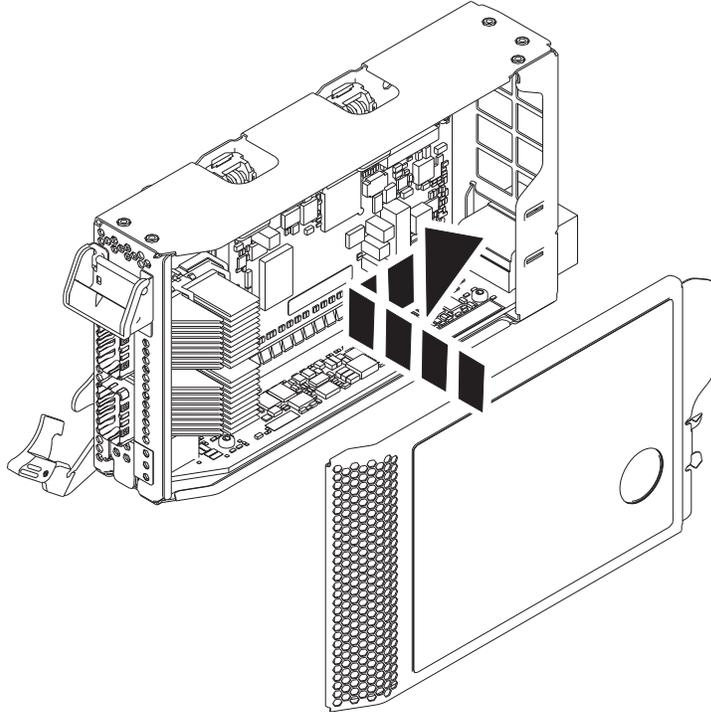

Figura 8. Substituir a tampa da cassete do adaptador PCIe
- a. Alinhe e deslize a tampa da cassete para a posição na cassete, como é mostrado na Figura 8.